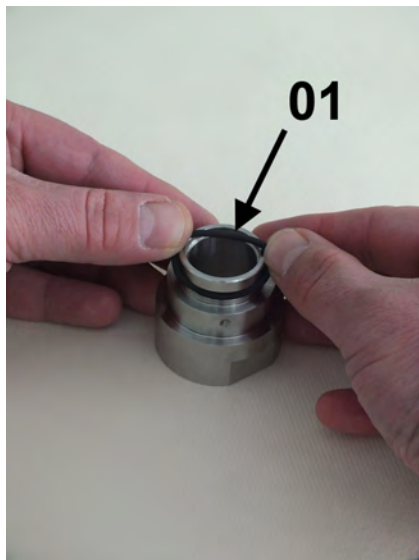
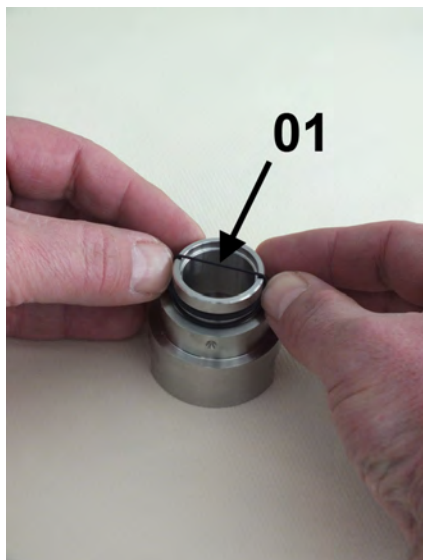
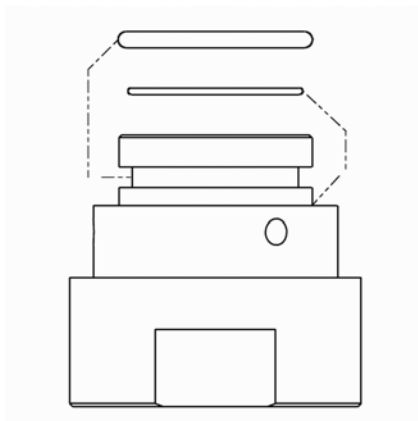

Abb. 40: O-Ring (Dichtung)
Abb. 41: O-Ring (Glaspuffer)
Abb. 42: Position der O-Ringe
1. ➤ O-Ring (Dichtung) vorsichtig auf die Verschraubung aufziehen ( Abb. 40/01), so dass er im oberen O-Ringsitz der Verschraubung sitzt ( Abb. 42). Dabei darauf achten, dass der O-Ring nicht überdehnt wird
- 2.** ➔ O-Ring (Glaspuffer) vorsichtig auf die Verschraubung aufziehen ( Abb. 41/01), so dass er im unteren O-Ringsitz der Verschraubung sitzt ( Abb. 42). Dabei darauf achten, dass der O-Ring nicht überdehnt wird